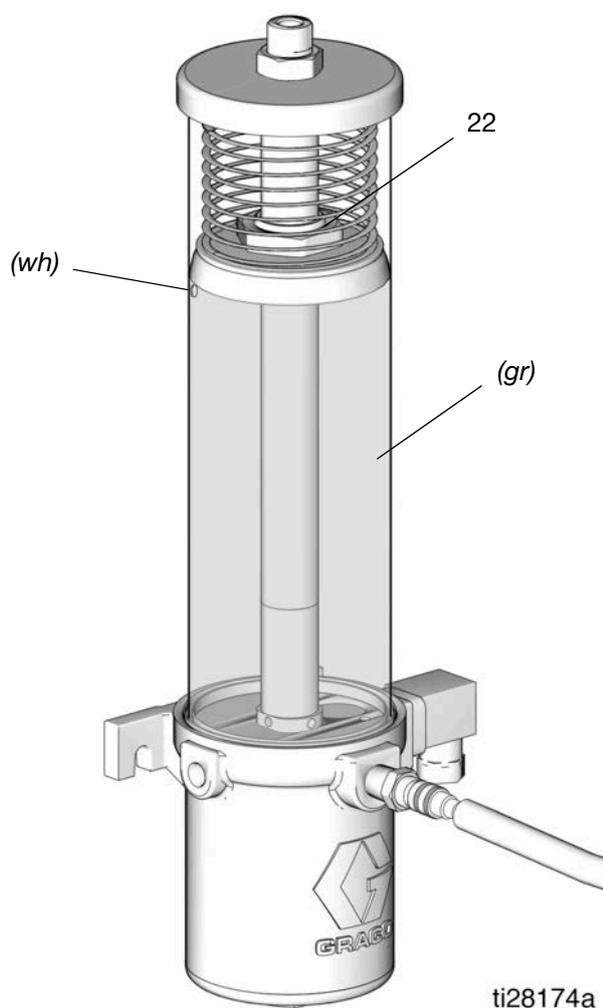

FIG. 5
- Erogare lentamente il grasso dalla pompa al serbatoio finché il grasso contenuto nel serbatoio non solleva la piastra di inseguimento (22) al di sopra dell'orifizio di scarico del serbatoio (*wh*) e fuoriesce dall'orifizio di scarico (*wh*) espellendo l'aria dall'interno del serbatoio (FIG. 5).